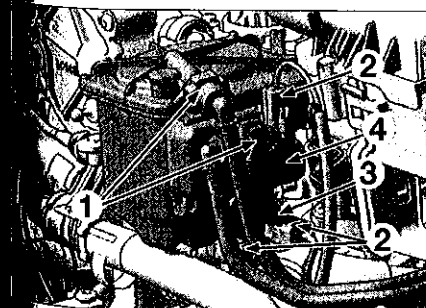

FIG.31
- les tuyaux de carburant (1) (Fig.31).
- le faisceau (2).
- Déposer, du filtre à gazole, le détecteur d'eau (3) et le chauffage (4).